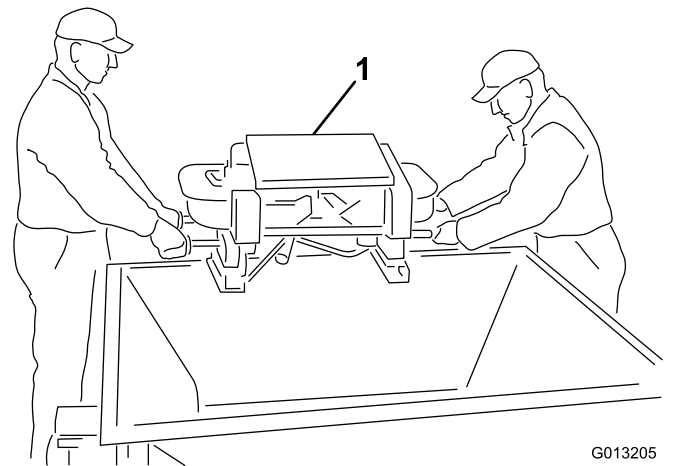

Bild 5
4. Für diesen Schritt werden zwei Personen benötigt. Heben Sie den Doppel-Tellerstreuer mit den äußeren Griffen am Doppel-Tellerstreuer aus dem Füllkasten. Setzen Sie den Doppel-Tellerstreuer auf den Boden (Bild 5).